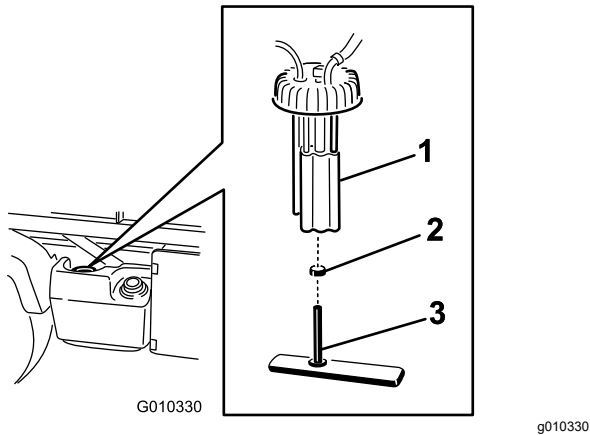

Figura 38
2. Desenchufe los conectores del arnés de cables de la bomba de combustible (Figura 38).
3. Afloje la abrazadera y desconecte el tubo de combustible del tapón de la bomba de combustible (Figura 38).
4. Desenrosque el tapón de la bomba de combustible de la parte superior del depósito de combustible (Figura 38).
5. Retire el conjunto de la bomba de combustible y el filtro de combustible del depósito (Figura 38).
7. Retire el tubo del acoplamiento (Figura 38).